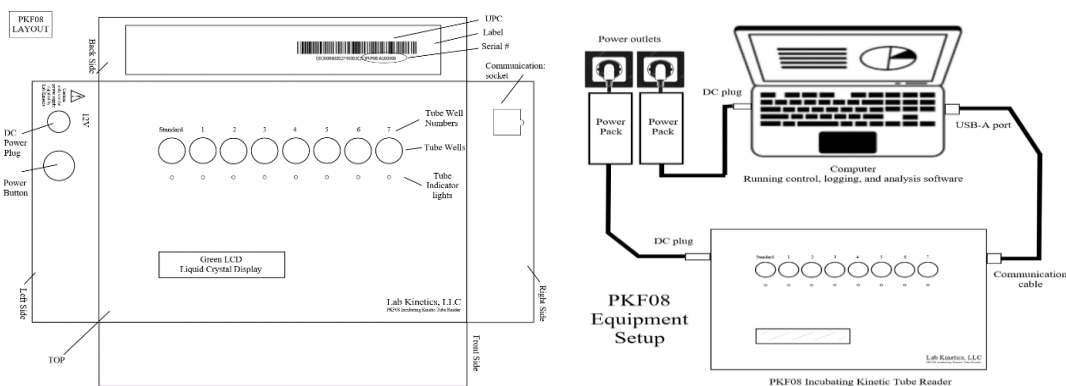

Abbildung 2: Display des PKF08-Instruments und Computeranschluss
- o Kommunikationsverbindung (Hardware) - Das Kommunikationskabel ist im Lieferumfang enthalten. Das USB-A-Ende wird an den USB-Anschluss des Computers angeschlossen, das USB-B-Ende an das PKF08-Gerät – siehe Abbildung 2.